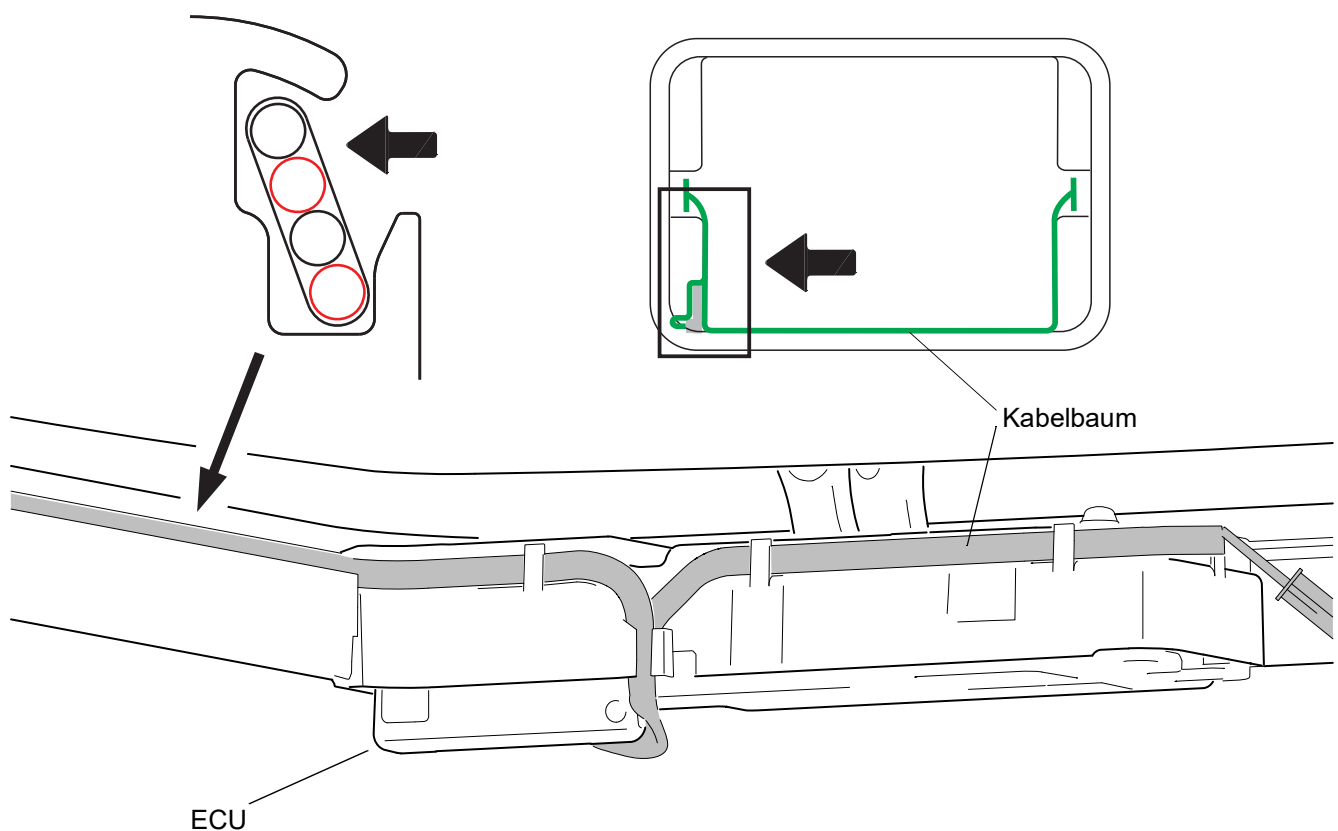

Abb. 807 Einsetzen des Kabelbaumes
3. Kabelbaum in die Führungen der Eckteile und in die Nut des Alu-Längsprofils einsetzen (siehe Abb. 807).